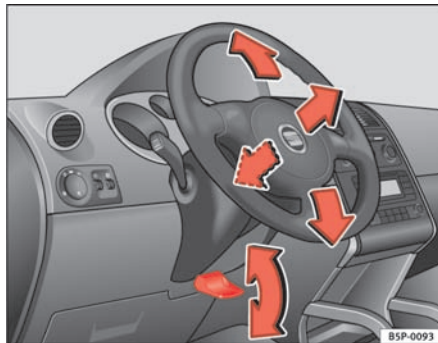

Fig. 134 Sådan indstilles rattet.
- Drej armen under ratstammen \Rightarrow fig. 134 nedad \Rightarrow ⚠.